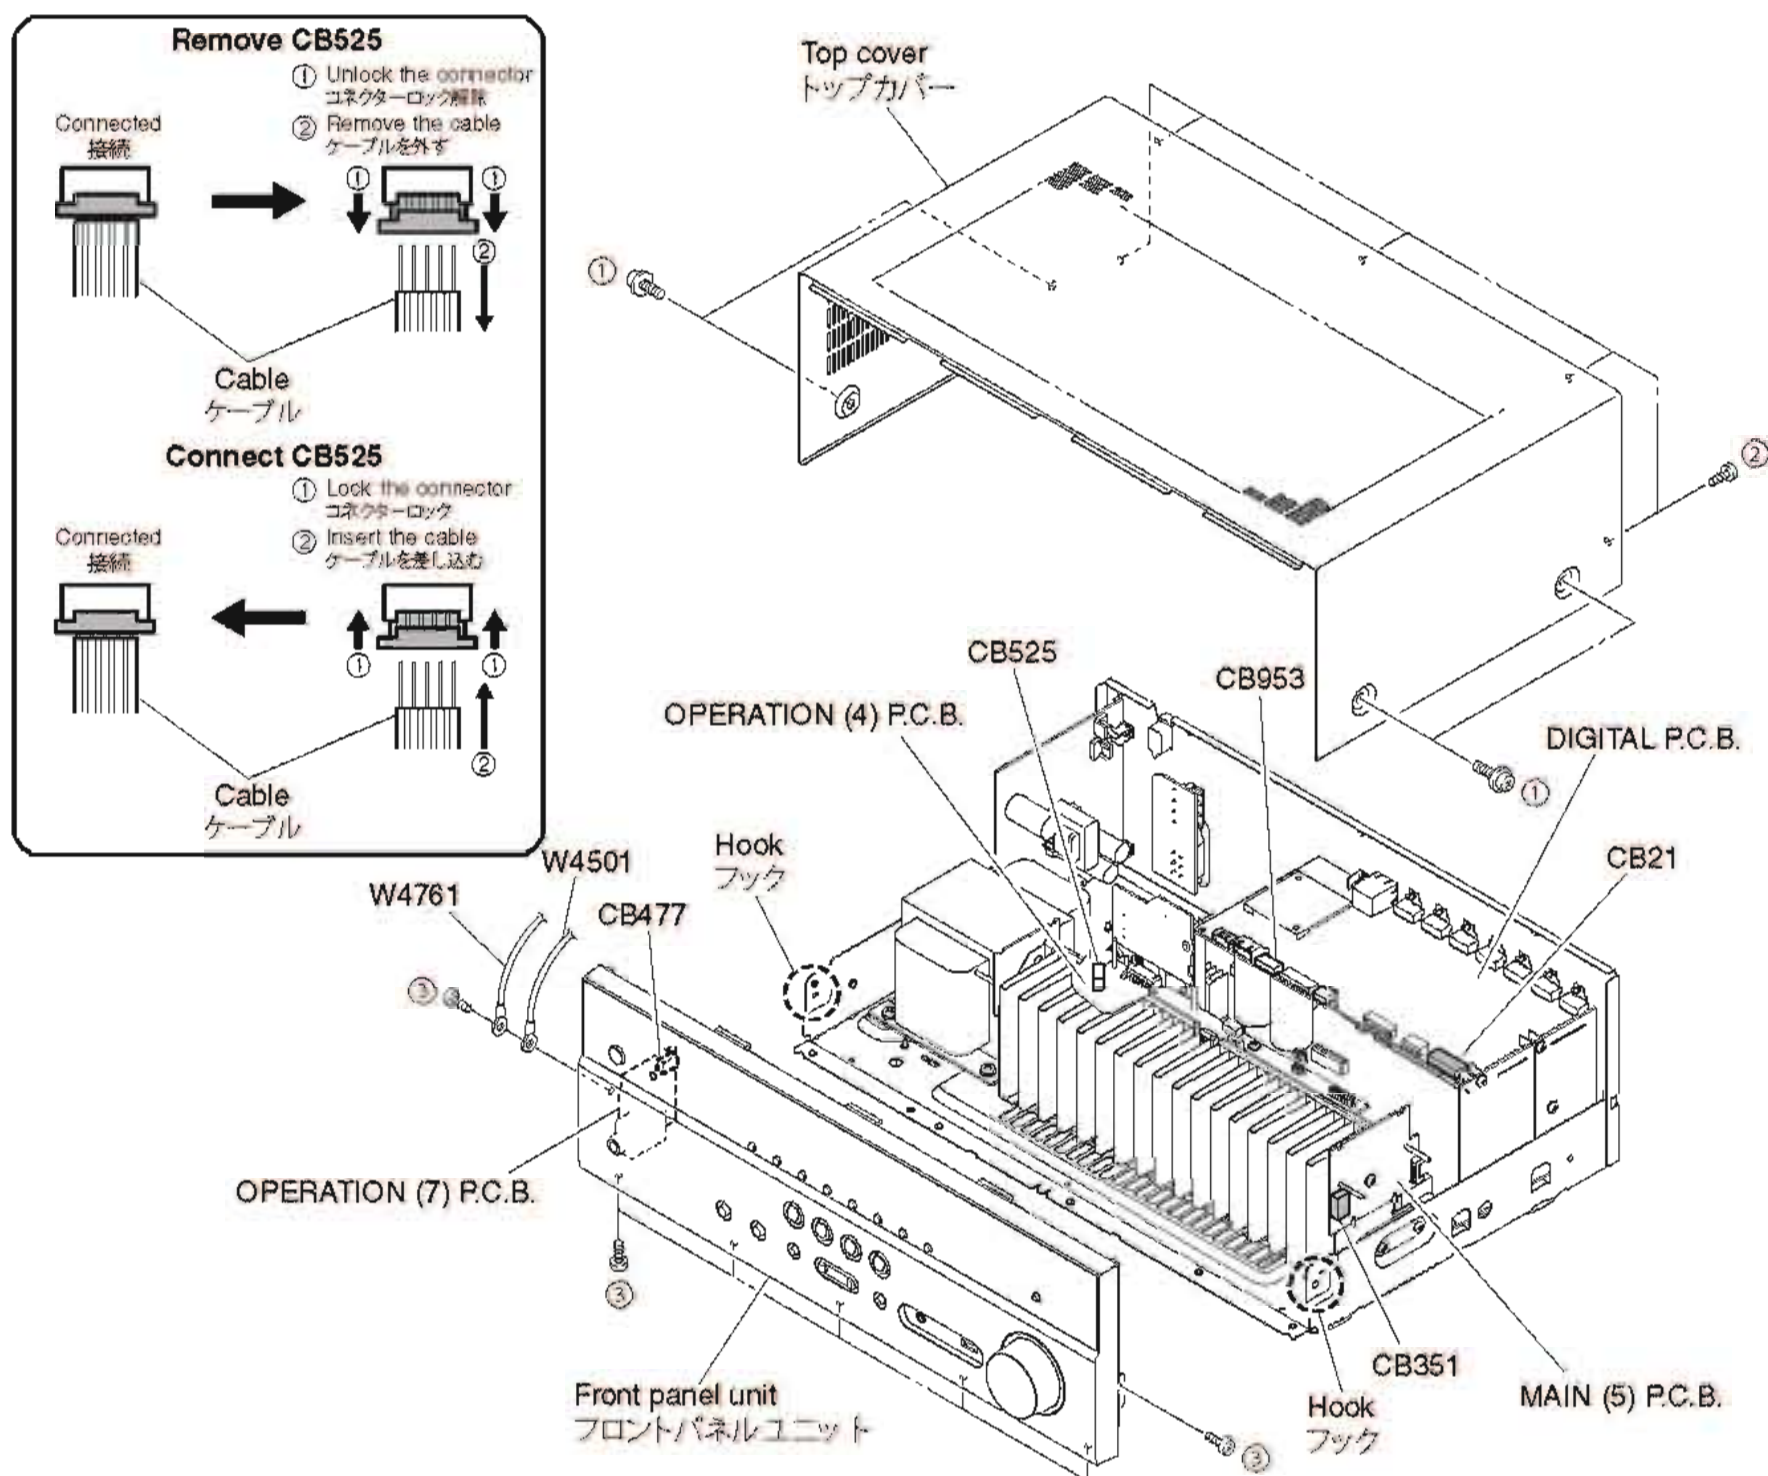

Fig. 1
- a. Remove 4 screws (①) and 5 screws (②). (Fig. 1)
- b. Lift the rear of the top cover to remove it. (Fig. 1)
- a. ①のネジ4本、②のネジ5本を外します。(Fig. 1)
- b. トップカバーの後部を持ち上げ、外します。(Fig. 1)
- a. Remove 7 screws (③), and remove W4501 and W4761. (Fig. 1)
- b. Remove CB21, CB351, CB477 and CB953. (Fig. 1)
- c. Unlock and remove CB525. (Fig. 1)
- d. Release 2 hooks on both ends and remove the front panel unit. (Fig. 1)
- a. ③のネジ7本を外し、W4501、W4761を外します。(Fig. 1)
- b. CB21、CB351、CB477、CB953を外します。(Fig. 1)
- c. ロックを外し、CB525を外します。(Fig. 1)
- d. フック2箇所を外し、フロントパネルユニットを外します。(Fig. 1)